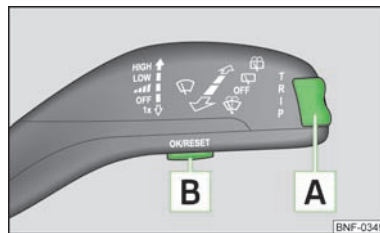

Fig. 6
La commutazione delle memorie si effettua con il tasto **B** » fig. 6 sulla leva del tergicristallo.
Il tasto a bilico **A** ed il tasto **B** sono disposti sulla leva del tergicristallo » fig. 6. ►
- Mediante ripetute brevi pressioni del tasto **B** sulla leva del tergcristallo è possibile selezionare la memoria desiderata. » fig. 6
- Premere brevemente il tasto a bilico **A** » fig. 6 verso l'alto o verso il basso. In questo modo si attiveranno l'una dopo l'altra le singole funzioni del display multifunzione.
- Tenere premuto per più di 1 secondo il tasto **B** » fig. 6.
- Premere brevemente il tasto a bilico **A** » fig. 6 verso l'alto o verso il basso per cambiare l'ora visualizzata sul display.
Sul display compare il tempo trascorso al volante dall'ultima cancellazione della memoria » pagina 13. Se si desidera misurare la distanza già percorsa a partire da un preciso momento, in tale momento occorre azzerare la memoria, premendo il tasto **B** » fig. 6.
Se si intende misurare il consumo di carburante medio per un determinato periodo di tempo, occorre azzerare previamente la memoria premendo il tasto **B** sulla leva del tergicristallo » fig. 6. Dopo aver cancellato la memoria, per i primi 300 metri sul display compaiono dei trattini.
Sul display compare la distanza percorsa dall'ultima cancellazione della memoria » pagina 13. Se si desidera misurare la distanza già percorsa a partire da un preciso momento, in tale momento occorre azzerare la memoria, premendo il tasto **B** » fig. 6.
Nel display sarà visualizzato il consumo medio di carburante in l/100 km» pagina 13 a partire dall'ultimo azzeramento della memoria. Se si intende misurare la velocità media per un determinato periodo di tempo, occorre azzerare previamente la memoria premendo il tasto **B** sulla leva del tergicristallo» fig. 6.
- » Con il tasto  » fig. 6 sulla leva del tergicristallo selezionare la voce di menu **Avviso di superamento della velocità**.